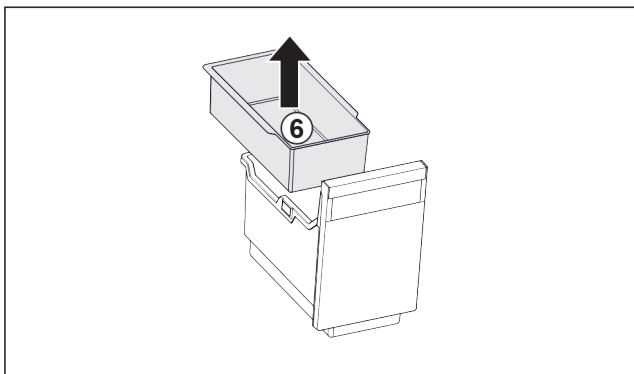

Fig. 85
- ▶ Retirar la bandeja suspendida Fig. 85 (6).